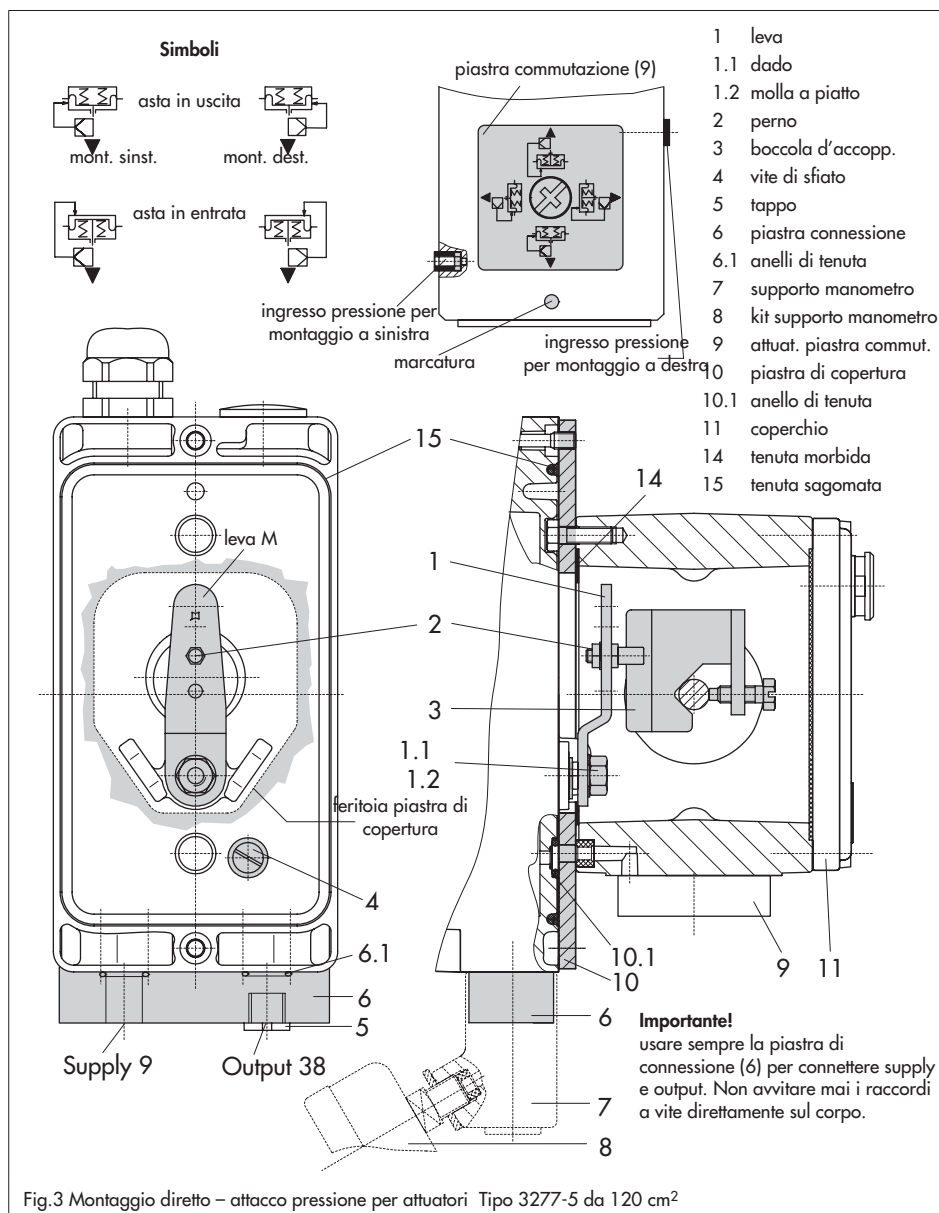

Fig.3 Montaggio diretto – attacco pressione per attuatori Tipo 3277-5 da 120 cm²
4. Fissare la piastra di copertura (10) con la parte più stretta della sezione (fig.3 a sinistra) nella direzione dell'attacco di pressione. Assicurarsi che la tenuta morbida (14) sia rivolta verso il castello dell'attuatore
5. **Corsa 15 mm:** mantenere il perno (2) sulla leva **M** (1) nella parte posteriore del posizionatore sulla posizione **35** (standard).